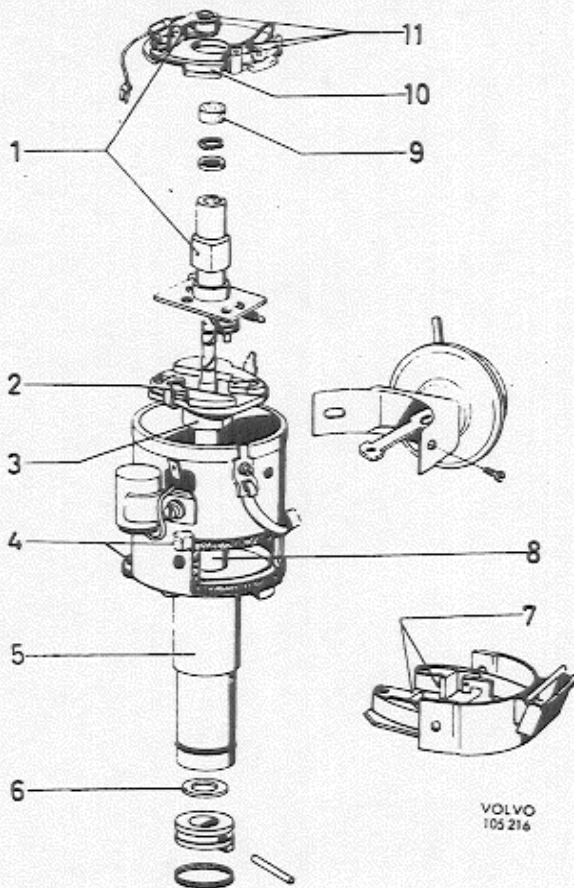

Abb. 3-34 Schmierplan für Zündverteiler
1. Teile des Zündverteilers entspr. der Legende zu Abb. 3-34 schmieren.
4. Zündverteiler entspr. der Legende zu Abb. 3-34 schmieren.